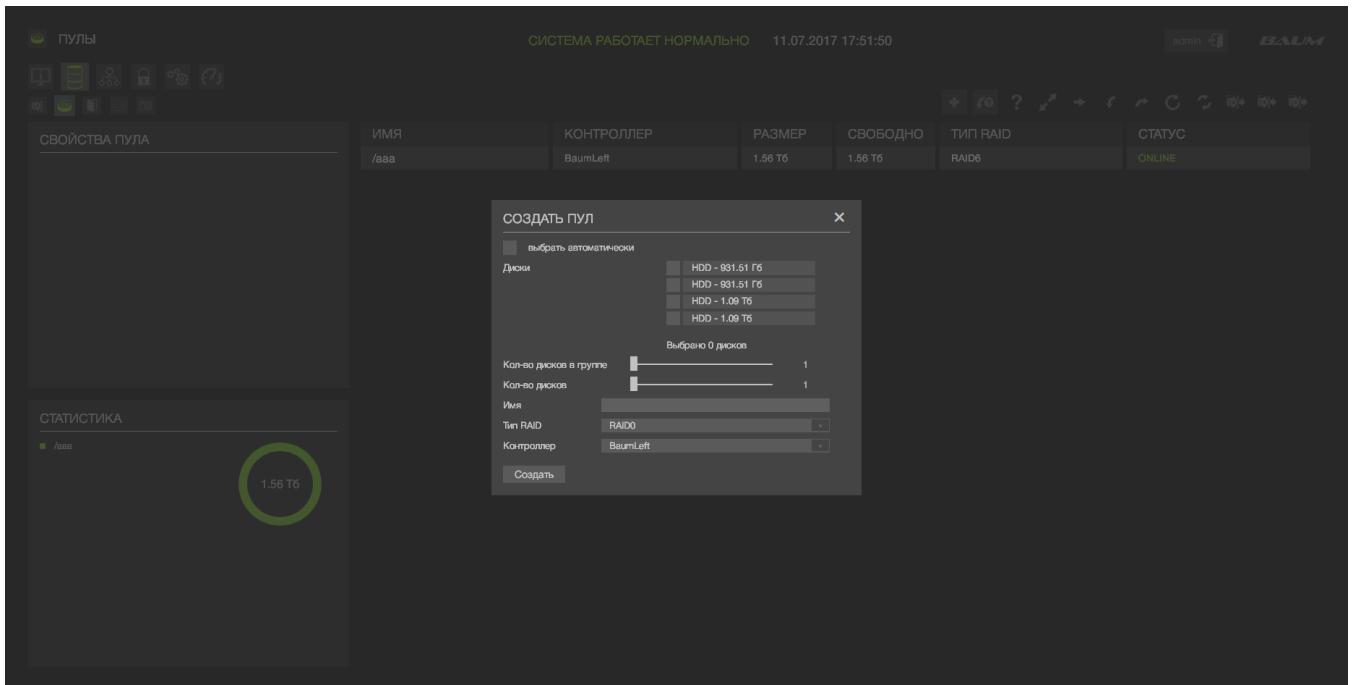

Рисунок 28 – Настройки создаваемого пула
- 3) Ввести имя пула - набора физических дисков, объединенных в единый ресурс с определенным типом отказоустойчивости (см. Рисунок 28)